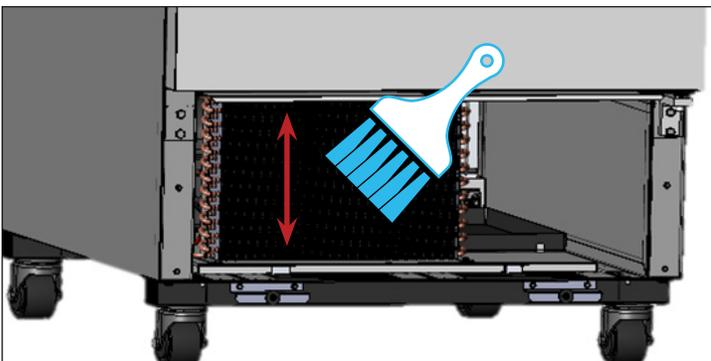

Abb. 3. Niemals über die Lamellen des Registers bürsten.
3. Befreien Sie die Lamellen des vorderen Verflüssigerregisters mit einer starren Bürste vorsichtig von angesammeltem Schmutz. Siehe Abb. 3.